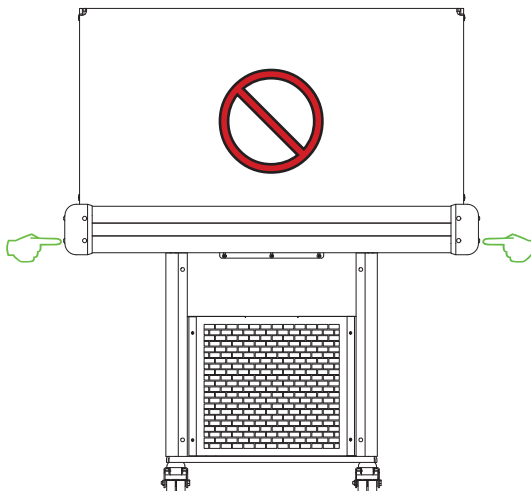

Fig.5
- Con l'ausilio di N. 2 operatori, afferrare l'espositore refrigerato dal paracolpi, sollevare e riporre a terra (Fig. 5);